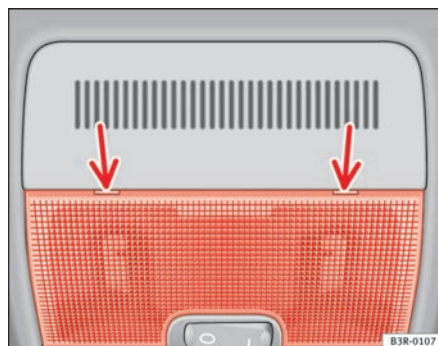

Fig. 83 Pormenor do revestimento do tecto: Ponto de aplicação da chave de parafusos
- Coloque com cuidado a parte plana da chave de fendas (ferramentas de bordo) na parte de trás do vidro protector da lâmpada ⇒ **fig. 83**.